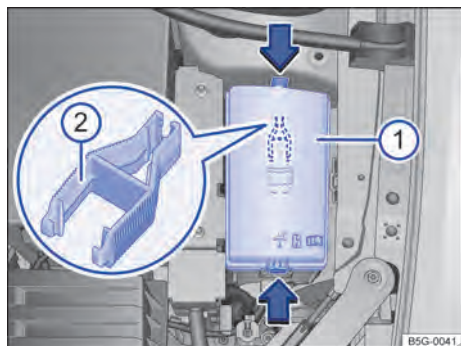

Fig. 135 En el compartimiento del motor: cubierta ① de la caja de fusibles con pinza de plástico ②.
- Presionar las trabas en el sentido de la flecha → fig. 135 ①, para desbloquear la cubierta de la caja de fusibles.
En el lado interno de la cubierta de la caja de fusibles en el compartimiento del motor puede haber una pinza de plástico → fig. 135 ② para retirar los fusibles.